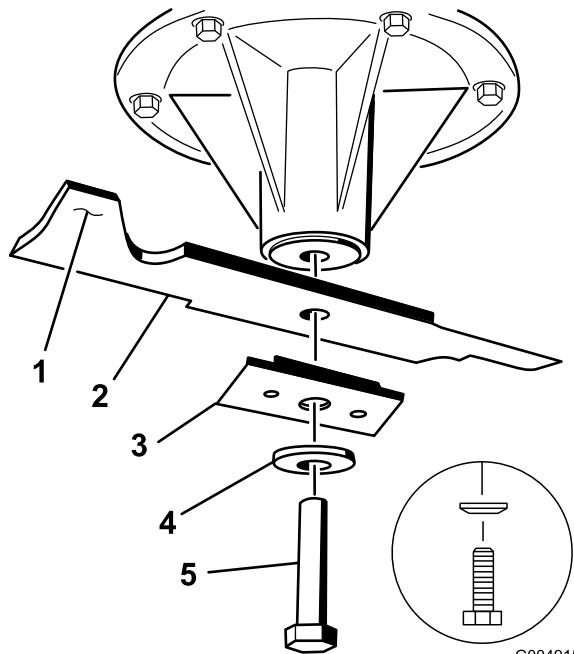

Figure 66
3. Pour les tabliers de coupe de 36 et 52 pouces, enlevez le boulon de lame, la rondelle bombée, le renfort de lame et la lame de l'axe de pivot (Figure 66).